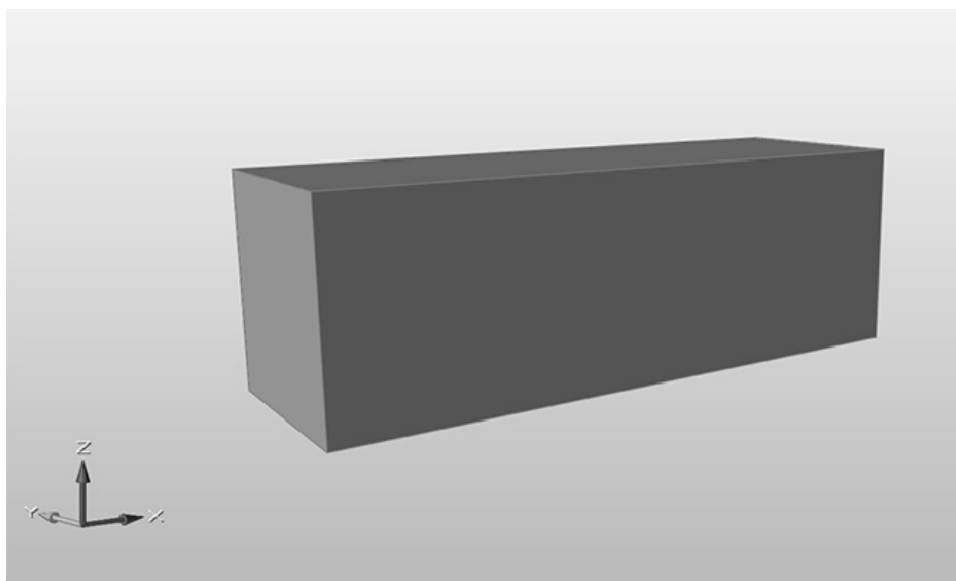

图 4-8
11) 使用鼠标右键单击并拖曳，以调整模型方向，从而使 z 轴位于竖直方向，如图 4-8 所示。